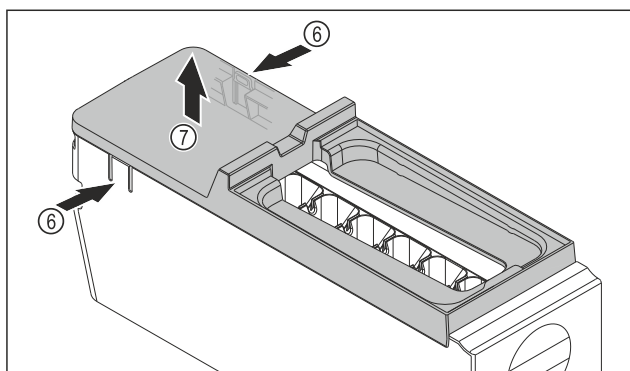

Fig. 132
- ▶ Scoateți apărătoarea corpului EasyTwist-Ice: Apăsăți eclisele Fig. 132 (6) de pe ambele părți ale corpului EasyTwist-Ice cu o mână.
- ▶ Scoateți apărătoarea Fig. 132 (7) cu cealaltă mână în sus.